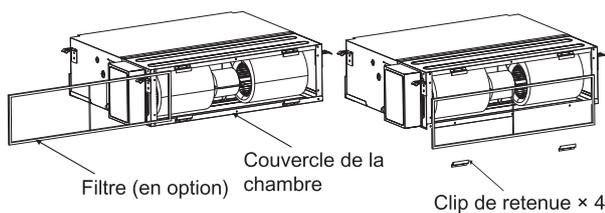

Fig.3.1.2
- (1) Retirez le couvercle de la chambre.
- (2) Remettez le filtre retiré dans le sens indiqué à la Fig. 3.1.2, puis remplacez le couvercle de la chambre retiré dans le sens indiqué à la Fig. 3.1.3, reportez-vous à la Fig. 3.1.3 pour le sens du filtre.